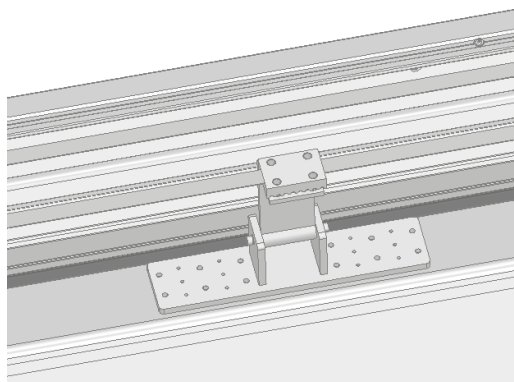

Abb. 10
- Befestigen Sie den Mitnehmerhebel am Türflügel (Abb. 10).